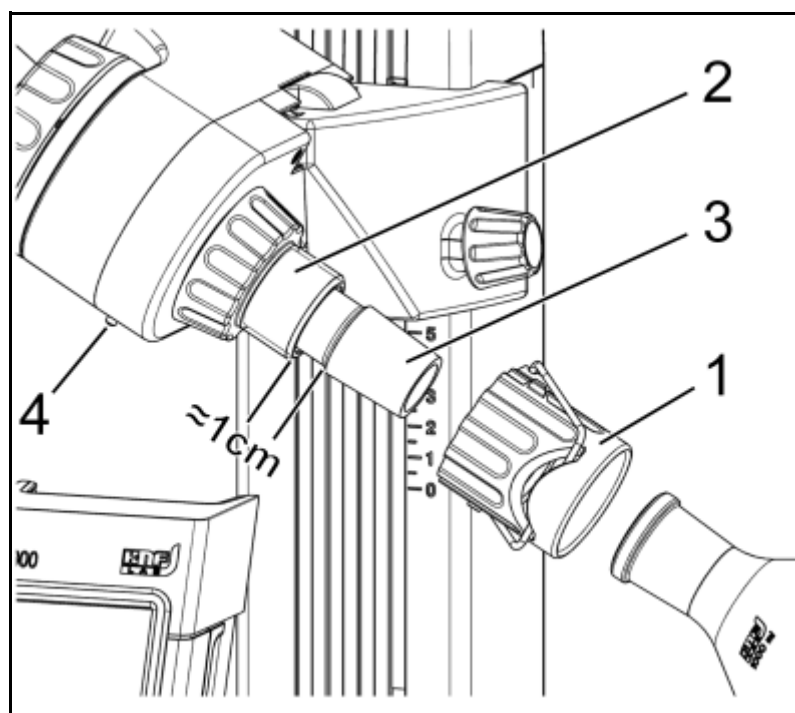

Fig. 20: Sostituzione del tubo vapore
1. Svitare il dado di fissaggio del pallone (Fig. 20/1).
- i** Reggere saldamente la ghiera di serraggio del tubo vapore (2) con l'altra mano.
2. Svitare la ghiera di serraggio (2) del tubo vapore (3) fino a quando quest'ultimo si libera.
- i** Durante questa operazione tenere premuto il dispositivo di bloccaggio dell'attuatore di rotazione (4).
3. Sfilare il tubo vapore (3).
4. Inserire il nuovo tubo vapore (3) fino al punto di innesto.
5. Stringere leggermente la ghiera di serraggio del tubo vapore (2).
6. Svitare il dado di fissaggio del pallone (1).